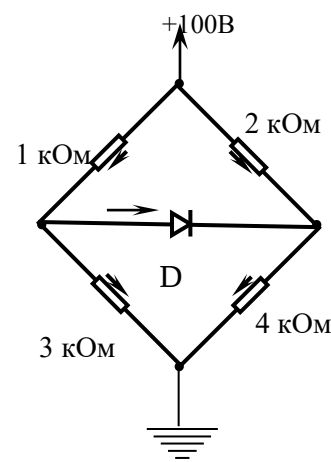

Рисунок 8
4. Будет ли течь ток через идеальный диод D (рис. 8)? Если да, то чему он будет равен?